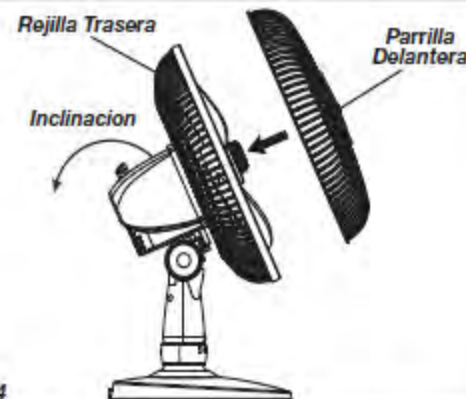

Figura 4
7. Con la cabeza del ventilador inclinada hacia atrás y centrada, alinee el ornamento de la *Rejilla Delantera* para que quede horizontal. Inserte la parte inferior de la *Rejilla Delantera* en la *Rejilla Trasera*. La pestaña en la parte inferior de la *Rejilla Trasera* debe estar entre dos radios de la *Rejilla Delantera*. Ajuste la parte delantera a la trasera desde la parte superior y trabaje a ambos lados. NO SE NECESITAN SUJETADORES PARA LA REJILLA PARA EL ENSAMBLAJE. (Figura 4)
INCLINACIÓN: Este Ventilador está equipado de Cabeza de Ventilador de ángulo múltiple para la Circulación del aire por toda habitación o cuarto. Siga lo que se indica a continuación para graduar propiamente el "ángulo de inclinación" del Ventilador. (Figura 4)